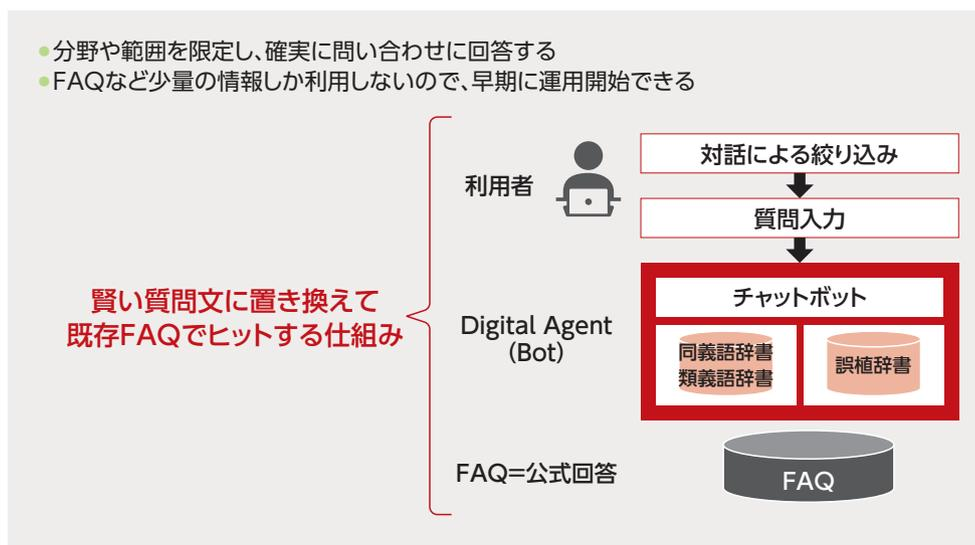

図1:CHORDSHIPの基本構成
べくルールベースと自然言語処理技術を活用している(図1)。具体的には、①対話による絞り込みや誘導を行うルールベース、②利用者と会話をしながら内部的なフォームを埋めていくようなスロットフィリング、③利用者の質問文をキーにしてその答に該当する答を検索する検索手法、である。